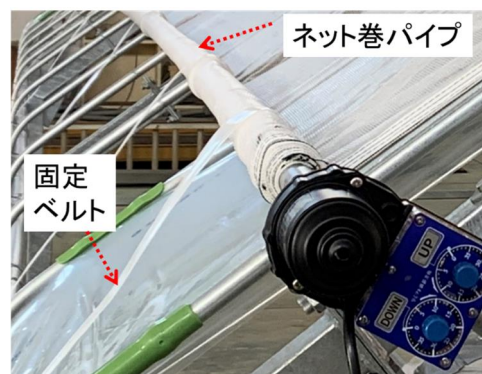

図 2 ネット巻パイプが固定ベルトと遮光ネットを巻いている状況
2. 遮光ネットを巻き上げるために設置されたネット巻パイプ（Φ31.8mm×1.2mm）は、遮光ネットが強風で剥がれないようにするため、固定ベルトを介してベルト巻パイプと連結する（図 2）。ネット巻パイプを固定ベルトが常に引張り、遮光ネットが一定状態を保つように制御できる。